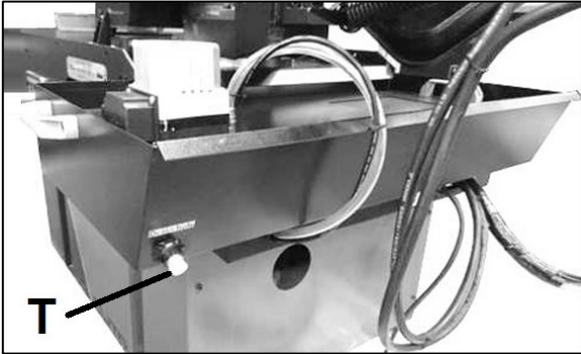

Figure 9-2 : Réservoir de lubrification
- Retirez le bouchon de purge (T, Fig 9-2). Laissez le réfrigérant s'écouler.